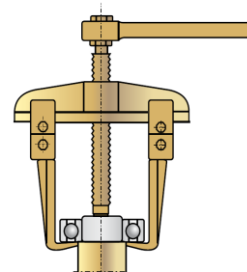

Figure 11.1 : Dispositif d'extraction du roulement
5. Retirer le roulement fixé à l'extrémité arrière de l'arbre à l'aide d'un extracteur de roulement (Figure 11.1). Une fois retiré, le roulement doit être mis au rebut.
6. Retirer le roulement fixé à l'extrémité arrière de l'arbre à l'aide d'un extracteur de roulement, comme illustré dans la Figure 11.1. Une fois retiré, le roulement doit être mis au rebut.